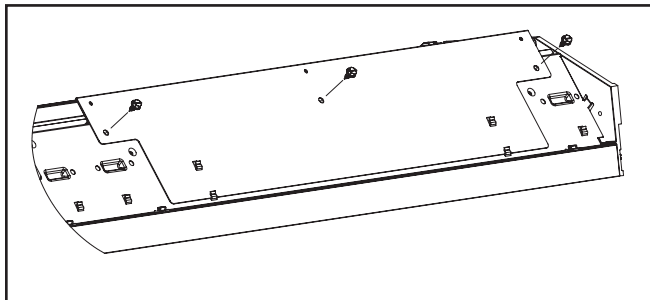

Figure 3.
3. Installez le support de montage en surface par-dessus le support de montage du circuit de sortie en utilisant les trois (3) vis (Figure 3).